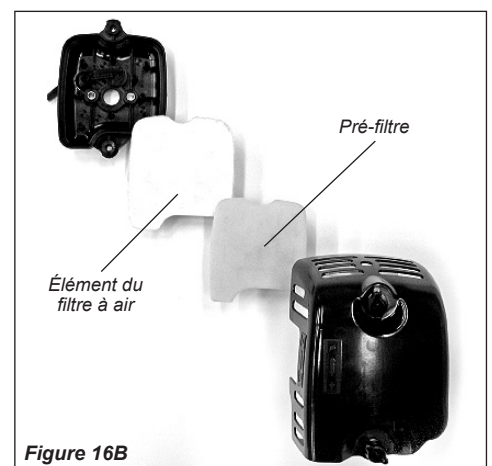

Figure 16B
2. Inspecter l'air l'élément plus propre. Si l'élément est endommagé ou est déformé, le remplace avec un nouveau l'un. Voir figure 16B.